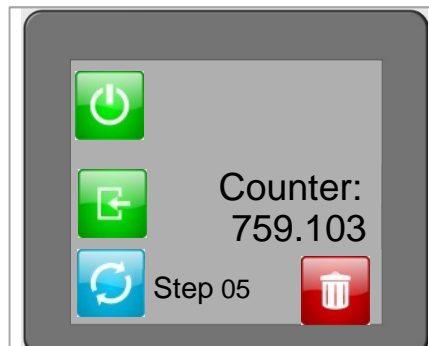

Abb. 7.9
Die elektrische Crimpmaschine AT-300 ist werkseitig auf den vollen Arbeitszyklus eingestellt  (Abb. 7.9). Sie kann wahlweise auch im Doppelhub  betrieben werden.
- + Zweiter Hub (Abb. 7.9) zum Crimpen und Zurückfahren in die Endstellung.